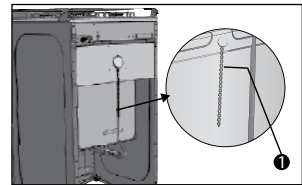

Figura 20
- La estufa dispone de un sistema de anclaje al muro posterior por medio de una cadena; esta viene fijada en la parte posterior de la estufa, el fabricante no se hace responsable por la incorrecta fijación del artefacto. (Ver figura 20).